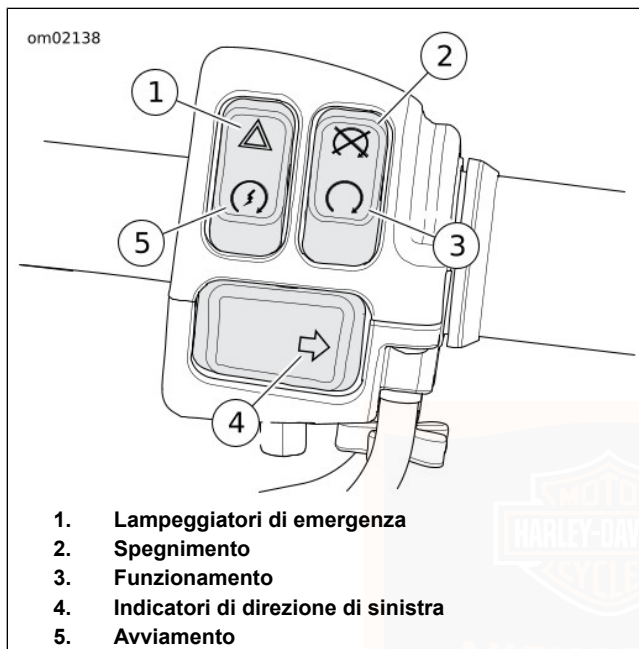

Figura 6. Modulo dei comandi di destra
Vedere Figura 6. Questo interruttore consente di accendere i lampeggiatori di emergenza su una motocicletta in panne. Attivando i lampeggiatori di emergenza, è possibile bloccare il commutatore di accensione della motocicletta in attesa di soccorsi. Fare riferimento a Tabella 21.
Vedere Figura 6. L'interruttore di avviamento si trova sul modulo dei comandi del semimanubrio destro. Fare riferimento a Tabella 21.
Vedere Figura 6. Premere l'interruttore OFF (arresto) per arrestare il motore. Fare riferimento a Tabella 21.
Vedere Figura 6. Premere l'interruttore di FUNZIONAMENTO del motore per avviarlo. Per avviare o far funzionare il motore, l'interruttore di ARRESTO/FUNZIONAMENTO deve essere su FUNZIONAMENTO. Fare riferimento a Tabella 21.
Vedere Figura 6. Per ridurre l'affaticamento del pilota durante i viaggi lunghi, alla base del morsetto della manopola di comando del gas si trova una vite di registro della frizione del comando del gas (4). La vite di registrazione della frizione del
Attivare: Vedere Figura 6. Premere l'interruttore dell'indicatore di direzione di destra per attivare l'indicatore di direzione di destra. Fare riferimento a Tabella 21.